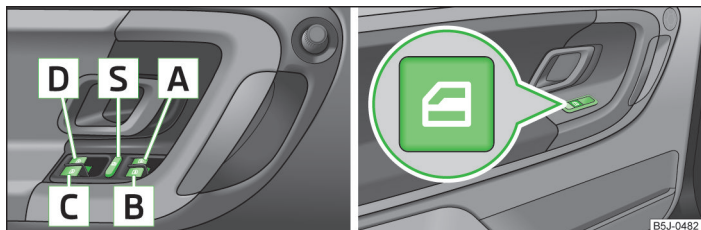

Fig. 20 Teclas en la puerta del conductor/en las puertas traseras
- Si se transportan niños en los asientos traseros, se recomienda poner fuera de funcionamiento los elevalunas eléctricos de las puertas traseras (conmutador de seguridad)  » fig. 20 de la página 42.
Teclas de los elevalunas » fig. 20.
Se pueden poner fuera de servicio las teclas de los elevalunas de las puertas posteriores pulsando el conmutador de seguridad **S** » fig. 20. Se ponen de nuevo en funcionamiento las teclas en las puertas traseras pulsando repetidamente el conmutador de seguridad **S**.
- Mantenga la tecla **A**¹⁾ en la posición de apertura » fig. 20 de la página 42.
- Mantenga la tecla **A**¹⁾ en la posición de cierre » fig. 20 de la página 42.